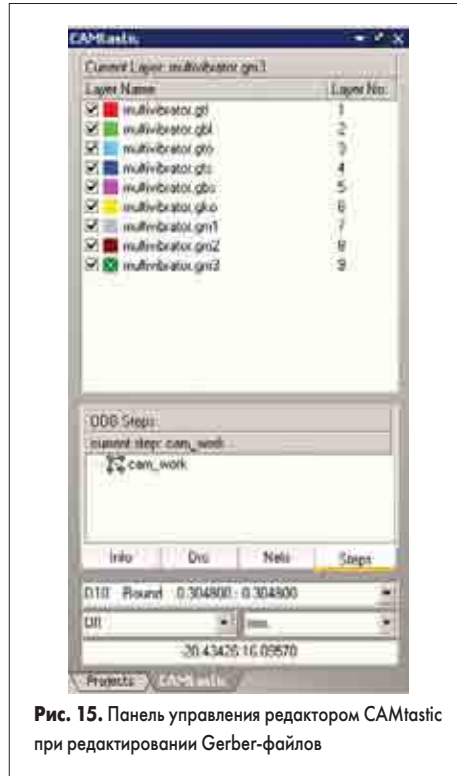

Рис. 15. Панель управления редактором CAMtastic при редактировании Gerber-файлов
10. Щелчком левой кнопки мыши на вкладке CAMtastic перейдем на панель управления редактором CAMtastic (рис. 15).